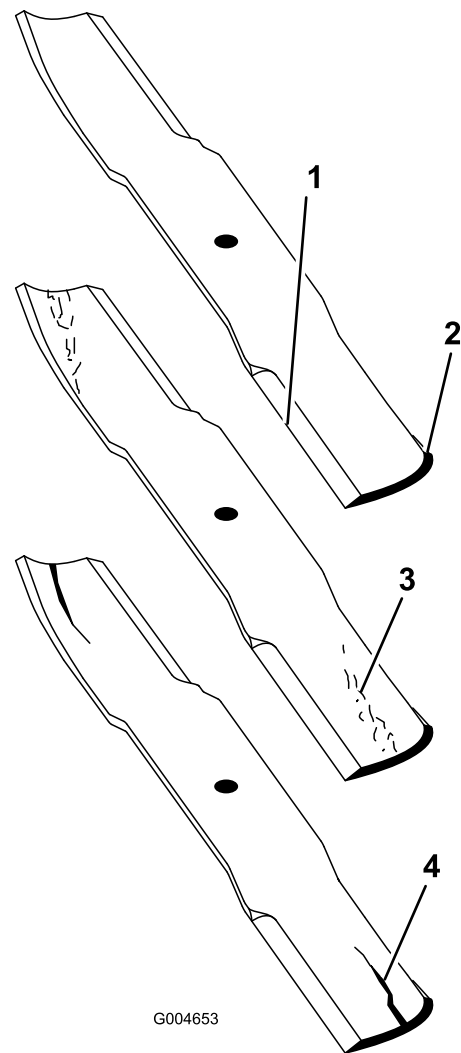

Figura 130
2. Verificate accuratamente i taglienti, con particolare attenzione ai punti d'incontro delle sezioni piatta e curva della lama (Figura 130).
Nota: Sabbia e materiali abrasivi possono consumare il metallo che connette le sezioni piatta e curva della lama, per cui si consiglia di controllare la lama prima di usare il tosaerba. Se notate dell'usura (Figura 130), sostituite la lama.